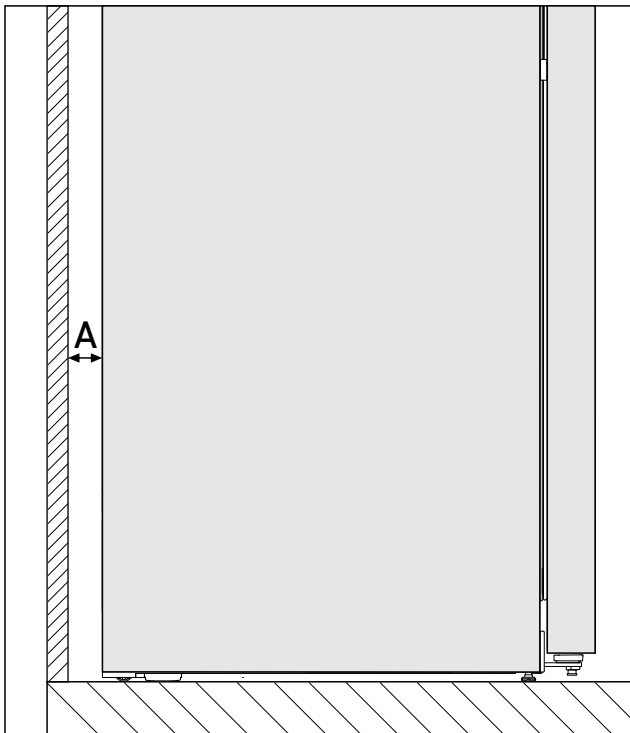

Fig. 2 *
已在冰箱背面与墙壁之间的离墙距离为 Fig. 2 (A) 时确定能量消耗。当离墙距离小于 Fig. 2 (A) 时，不会影响冰箱的功能，但在更小的离墙距离下，能量消耗会略微升高。